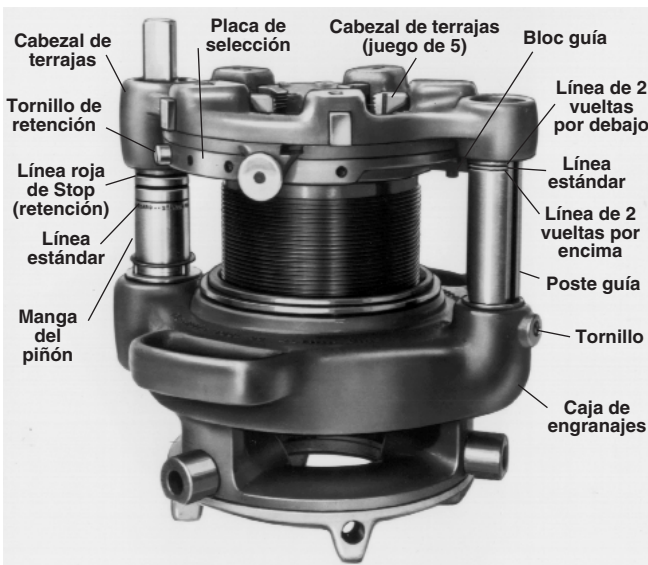

Figura 23 – Roscadora a engranajes No. 141
1. Extraiga el tornillo de retención (de stop) (Figura 23) de la placa de selección.